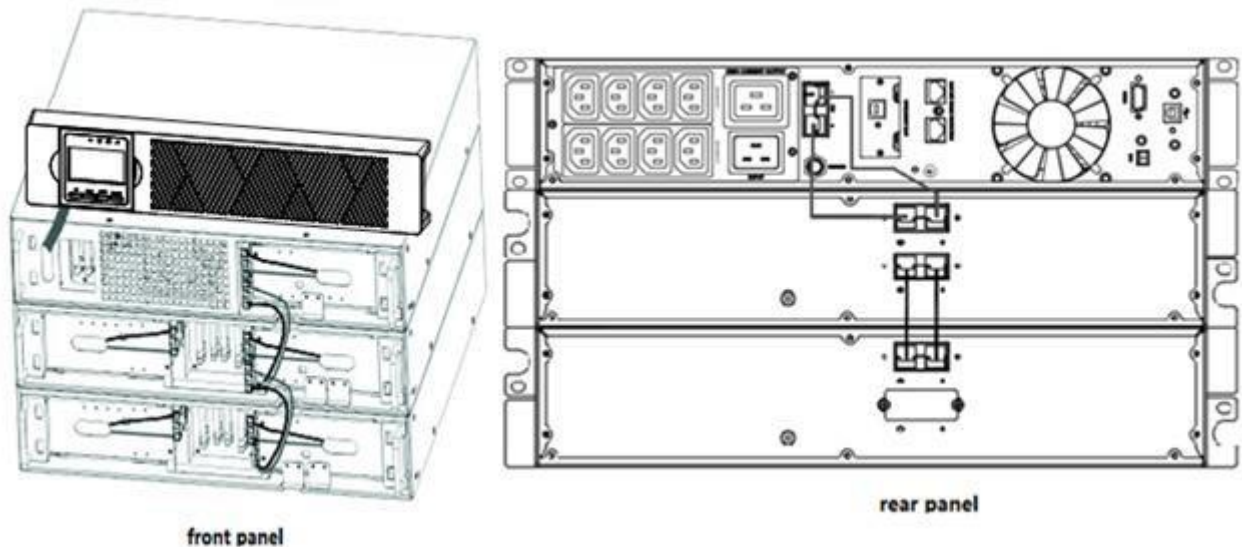

Abbildung 10: Typische EBP-Installation
- c) Für das untere (oder einzige) EBP legen Sie die EBP-Kabelaussparung oben auf der vorderen Abdeckung des EBP frei. Siehe Abbildung 10 für die Lage der oberen EBP-Kabelaussparung.
- d) Wenn Sie mehr als ein EBP installieren, legen Sie für jedes weitere EBP die EBP-Kabelaussparungen oben und unten an der vorderen Abdeckung des EBP frei. Siehe Abbildung 10 für die Lage der EBP-Kabelaussparungen.
- e) Stecken Sie die EBP-Kabel wie in Abbildung 10 gezeigt in die Batterieanschlüsse. Es können bis zu vier EBPs an die USV angeschlossen werden. Verbinden Sie Schwarz mit Schwarz. Drücken Sie den Stecker fest zusammen, um eine ordnungsgemäße Verbindung zu gewährleisten.